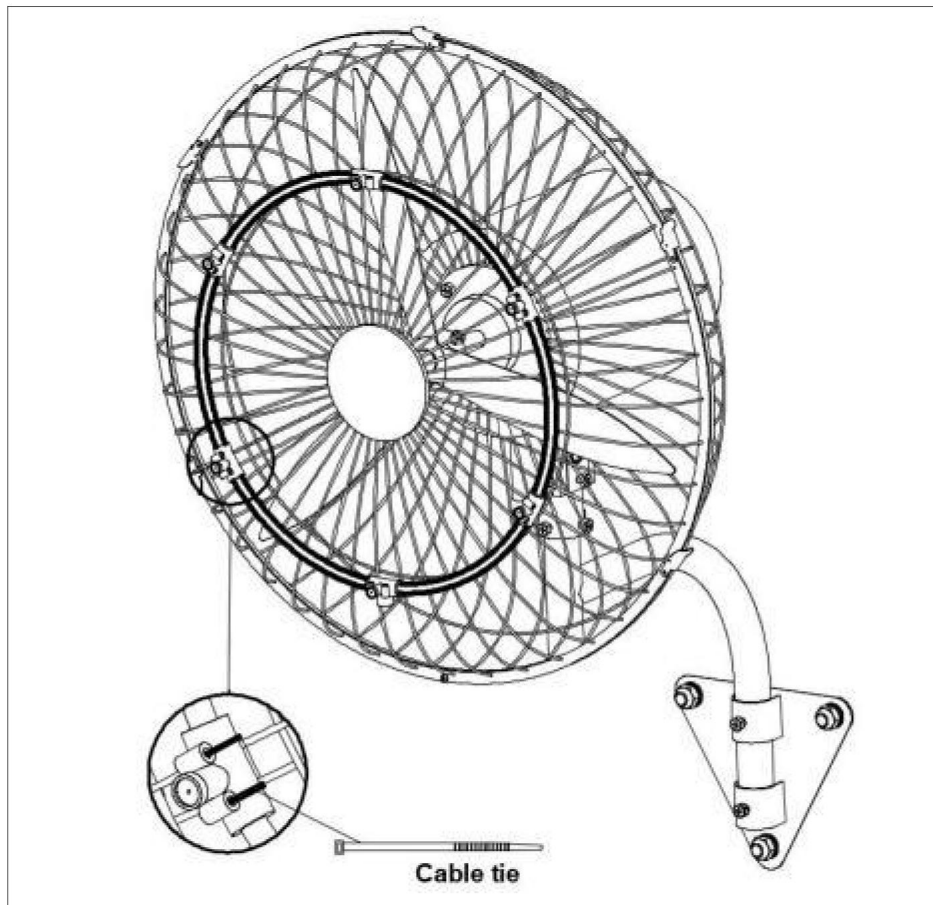

Fig. 10.
1). Montera sprutröret på frontgallrets lock och fäst det med en kabel slips. Se (Fig.10.)